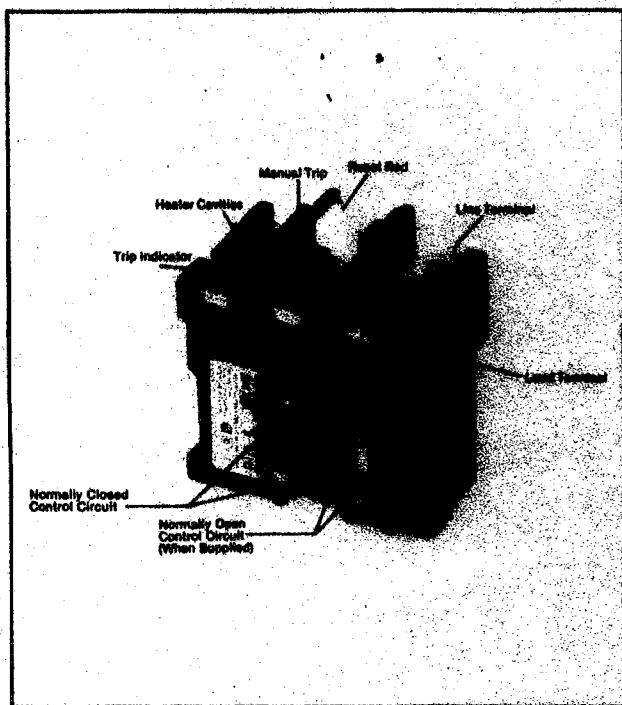

Fig. 3 Type B Overload Relay
**TYPE B OVERLOAD RELAY (See Figure 3)**